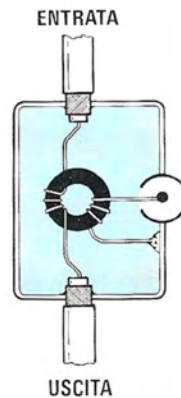

Fig.132 Le prese Induttive sono quelle che consigliamo di usare, perchè garantiscono un totale disaccoppiamento tra TV e linea di discesa.
- Induttivo** (vedi fig.132)
Anche se nei nostri schemi di presentazione le abbiamo disegnate in modo molto semplificato e con un solo nucleo ferromagnetico (vedi fig.132), come vedesi nella foto di fig.135, queste, interna-